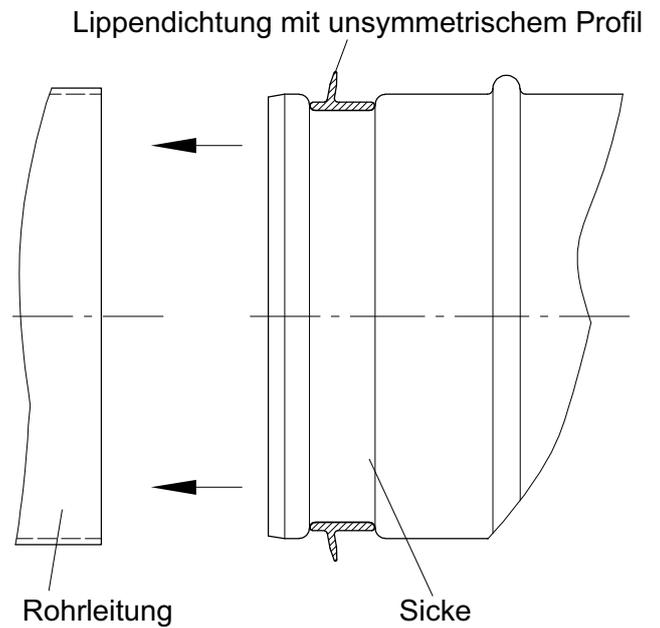

Abb. 9: Montage Lippendichtung
1. Lippendichtung in vorgesehene Sicke legen. Dabei auf korrekte Ausrichtung der Lippendichtung achten, siehe Abb. 9.